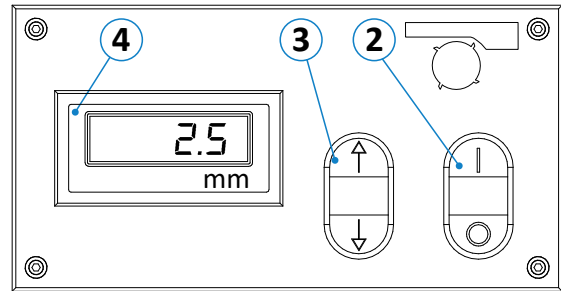

Figure 33 : panneau de commande « dressage & jointage »
- Le réglage de l'épaisseur des copeaux s'effectue avec la touche (3), voir ⇒ Figure 33.